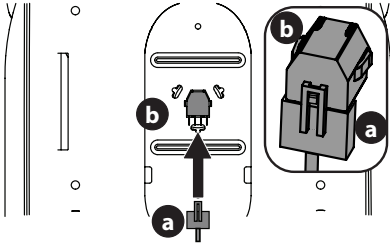

Figure 5
- Si nécessaire, connectez en toute sécurité le faisceau de fils du commutateur du siège (a) au commutateur du siège (b) (Figure 5). Éloignez en toute sécurité l'excédent de fil des points de pincement avant de continuer.